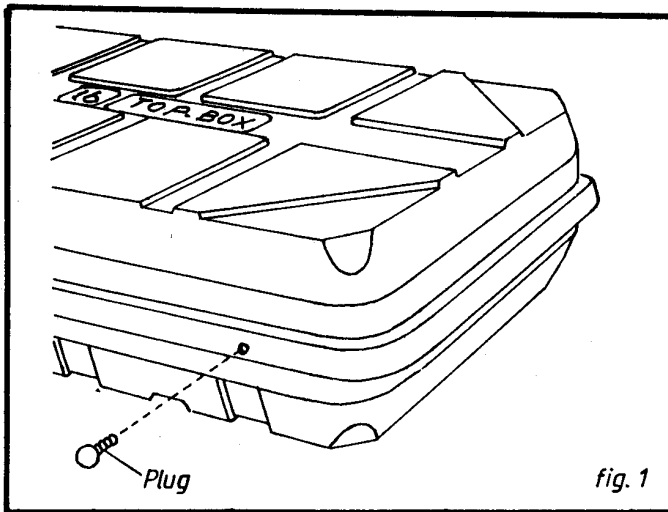

fig. 1
- WICHTIG: Blockieren Sie den Deckel durch den anbeigelieferten Treibstift in das Loch zu drücken (Fig.1). Auf diese Weise verhindern Sie, dass der Deckel beim Öffnen aus den Scharnieren schiebt.
- **IMPORTANT:** Bolt the cover by pushing the delivered plug into the hole of the cover (fig.1), this to avoid the sliding of the cover out of the hinges when opening the box.